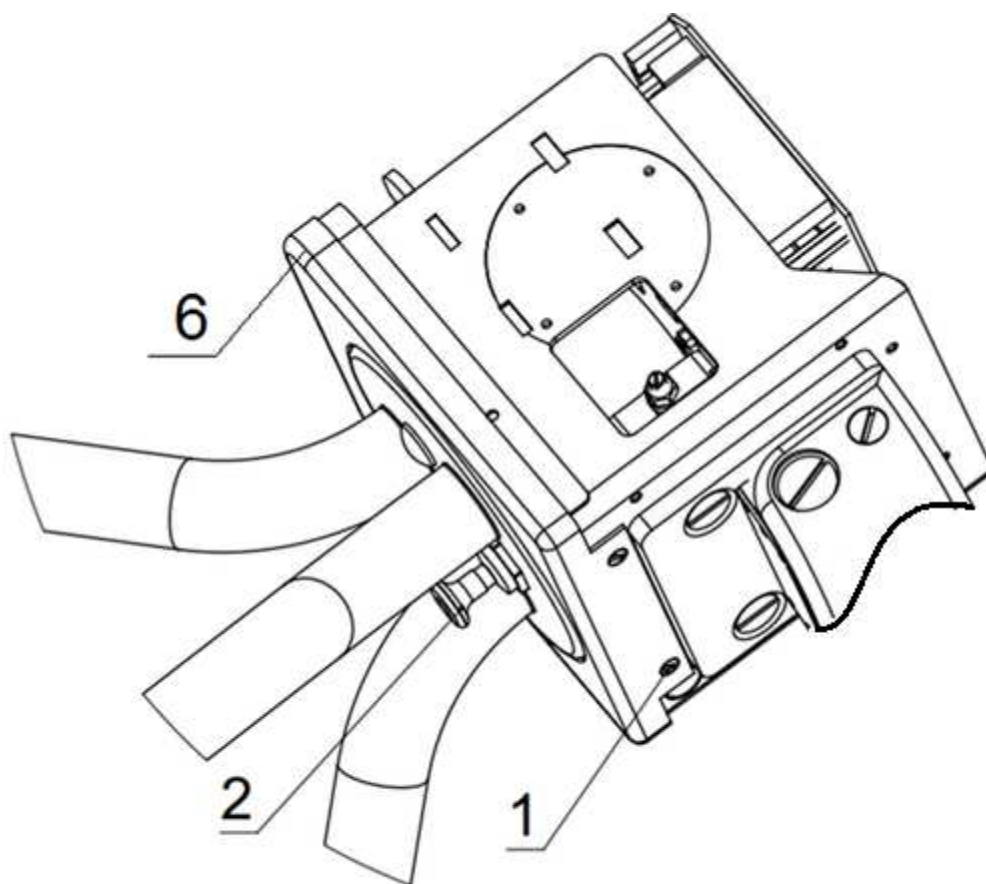

Рис.6
- 1. Снять нижнюю декоративную панель открутив два винта 1 (рис.6)